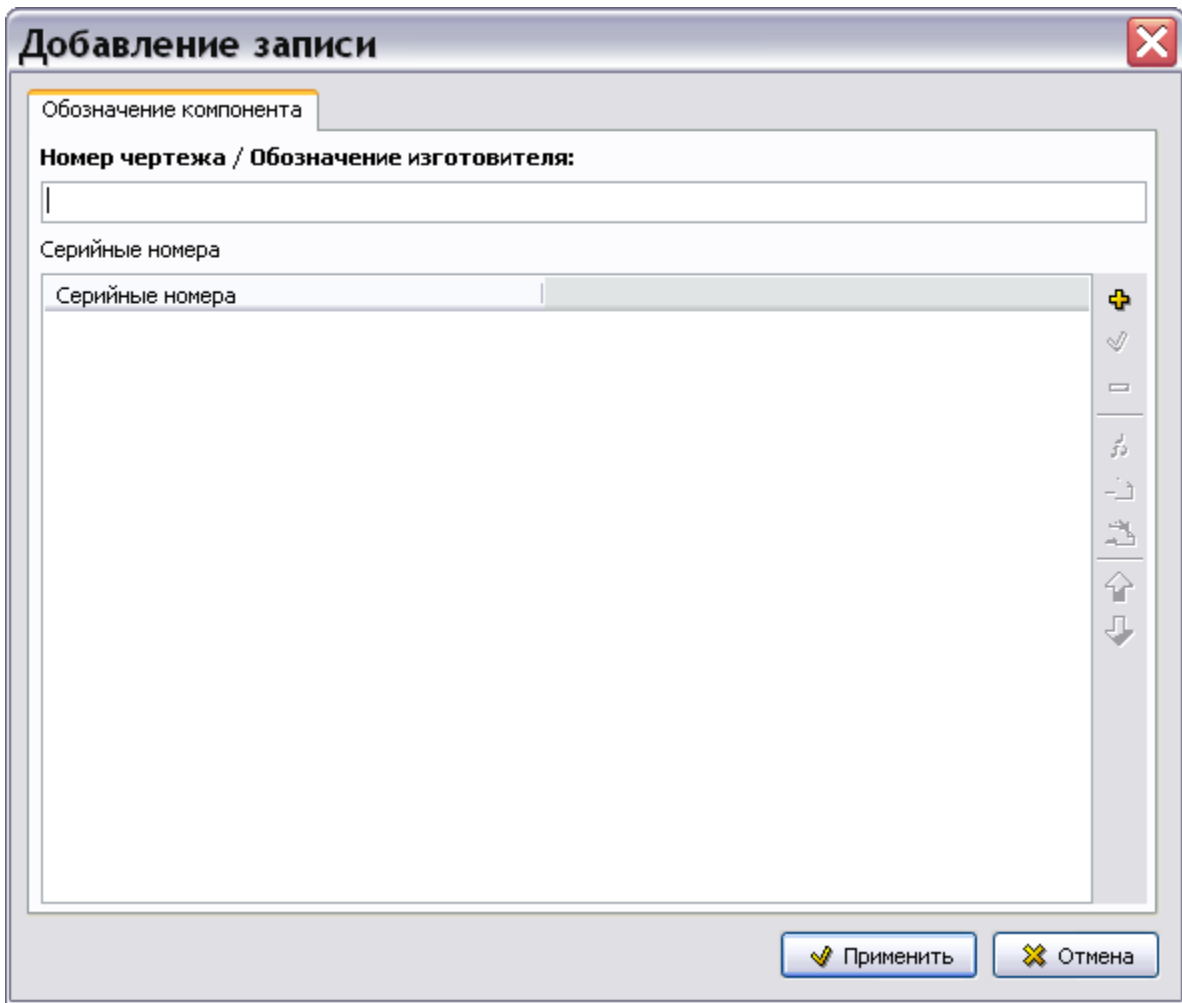

Рис. 17.8
7. Нажмите на кнопку **Добавить** . После этого откроется окно **Добавление записи** для обозначения компонента (Рис. 17.8).